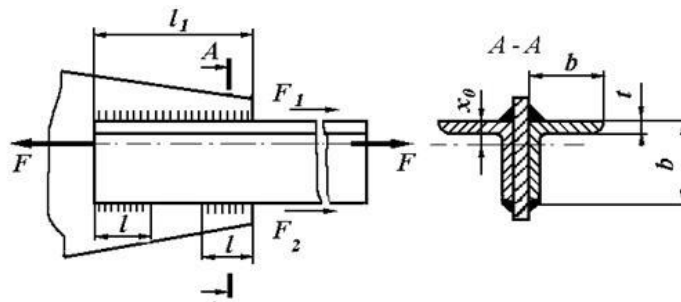

Рис. 7. Фланговые сварные швы
**Пример 2.** Стержень, состоящий из двух равнополочных уголков, соединенных косынкой, нагружен постоянной растягивающей силой  $F = 200$  кН (рис.7). Определить номер профиля уголков и длину швов сварной конструкции соединения. Материал уголков - сталь Ст 3.